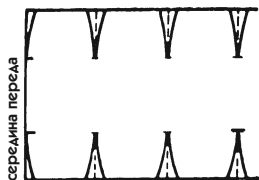

Рис. 476
- глубина вытачек по отлету воротника — вдвое меньше (рис. 476);